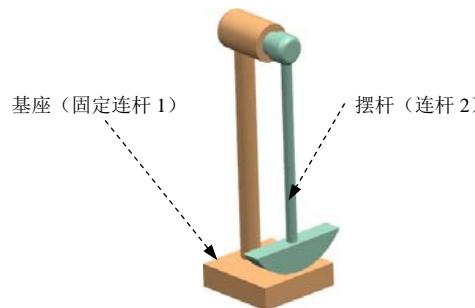

图 7.2.3 机构模型
下面举例说明简谐驱动的应用。在图 7.2.3 所示的钟摆机构中，摆杆的摆动幅值（角度）为  $45^\circ$ ，如果规定摆杆在 10s 内完成 4 次摆动，则“频率”值应设置为 144（计算方法为  $360 \times 4 / 10$ ，单位为  $^\circ/\text{s}$ ）。
Step5. 定义固定连杆 1。选择下拉菜单  →  命令，系统弹出“连杆”对话框；选取图 7.2.3 所示的基座为固定连杆 1；在 **质量属性选项** 下拉列表中选择 **自动** 选项，在 **设置** 区域中选中  **固定连杆** 复选框，在 **名称** 文本框中采用默认的连杆名称“L001”，单击  按钮，完成固定连杆 1 的定义。
Step6. 定义连杆 2。选取图 7.2.3 所示的摆杆为连杆 2，在 **质量属性选项** 下拉列表中选择 **自动** 选项，在 **设置** 区域中取消选中  **固定连杆** 复选框，在 **名称** 文本框中采用默认的连杆名称“L002”，单击  按钮，完成连杆 2 的定义。